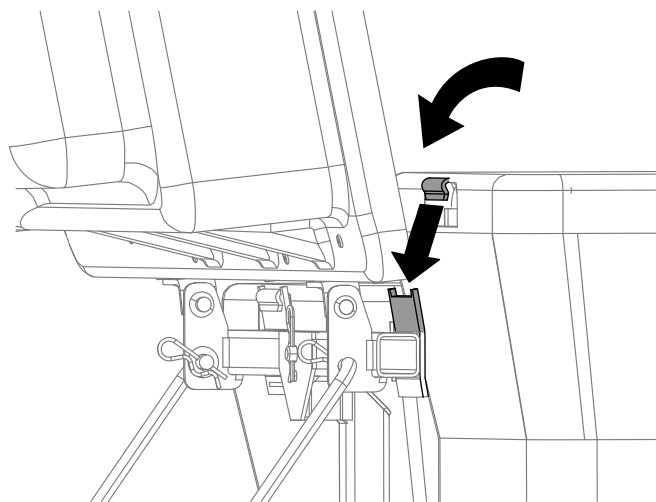

図 12
4. バガートップを持ち上げ、バッグフレームのフックをリテーナブラケットにセットしてバッグを取り付ける 図 12。